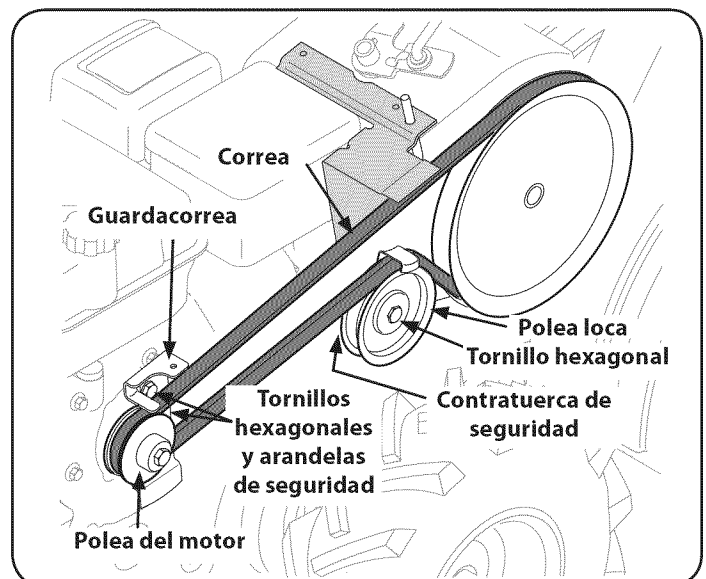

Figura 29
3. Retire el conjunto del guardacorreas de la correa ubicado detrás de la polea del motor extrayendo los dos tornillos hexagonales y las arandelas de seguridad. Vea la Figura 29.
4. Extraiga la polea loca retirando el tornillo hexagonal y la contratuerca de seguridad. Vea la Figura 29.
5. Extraiga la correa usada e instale una nueva. Siga las instrucciones en orden inversa para reinstalar el guardacorreas y la cubierta de la correa. Vea la Figura 29.